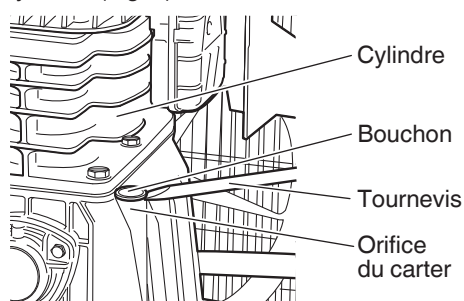

Fig. 2
- B) Utilisez un tournevis ou un instrument similaire pour enlever le bouchon sur la partie inférieure du cylindre. (Fig. 2)